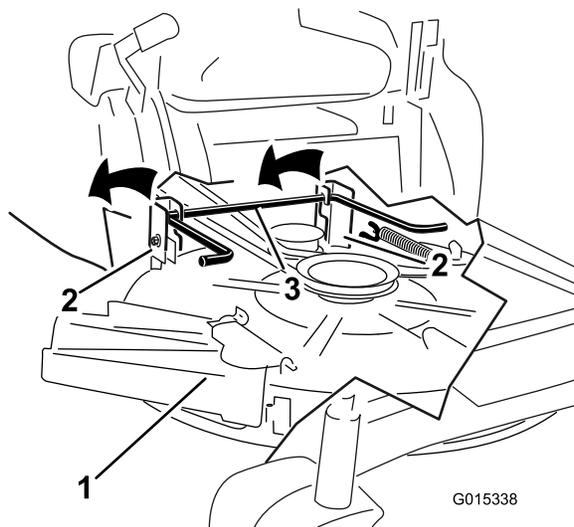

Bild 56
6. Heben Sie das Mähwerk und die Hängeprofile über die hintere Hubstange und senken Sie das Mähwerk vorsichtig auf den Boden ab (Bild 56).
5. Heben Sie das Heck des Mähwerks an und führen Sie die Hängeprofile über die hintere Hubstange (Bild 56).